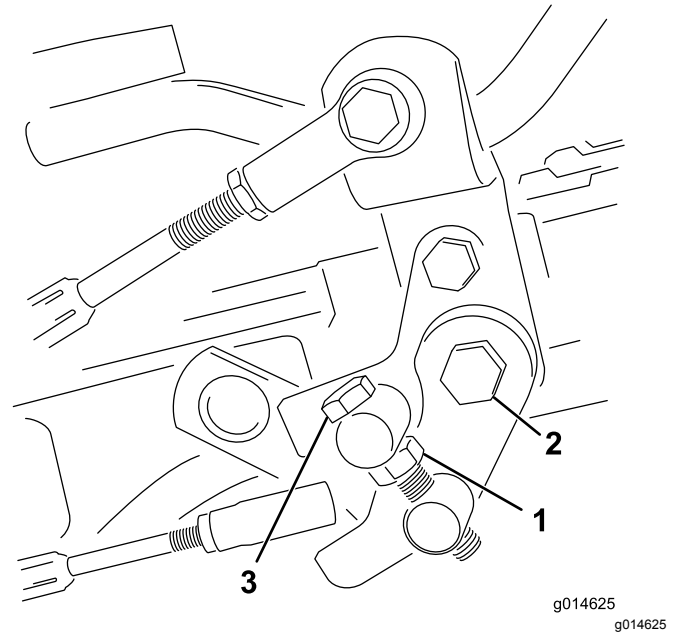

图37
1. 松开枢轴螺栓上的锁紧螺母图37。
4. 上紧枢轴螺栓上的锁紧螺母和踏板枢轴上的螺母锁定调整图37。检查调整情况并按需要调整。